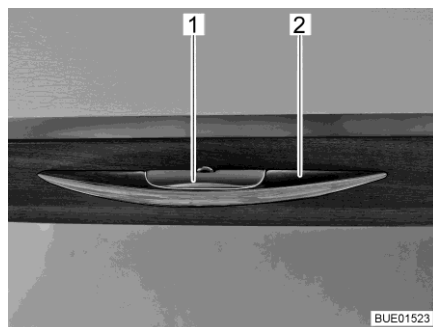

Bild 48 Möbelklappe mit Entriegelungsgriff
- Entriegelungsgriff (Bild 48,1) drücken und gedrückt halten.
- Am Griff (Bild 48,2) ziehen, bis die Möbelklappe offen ist.